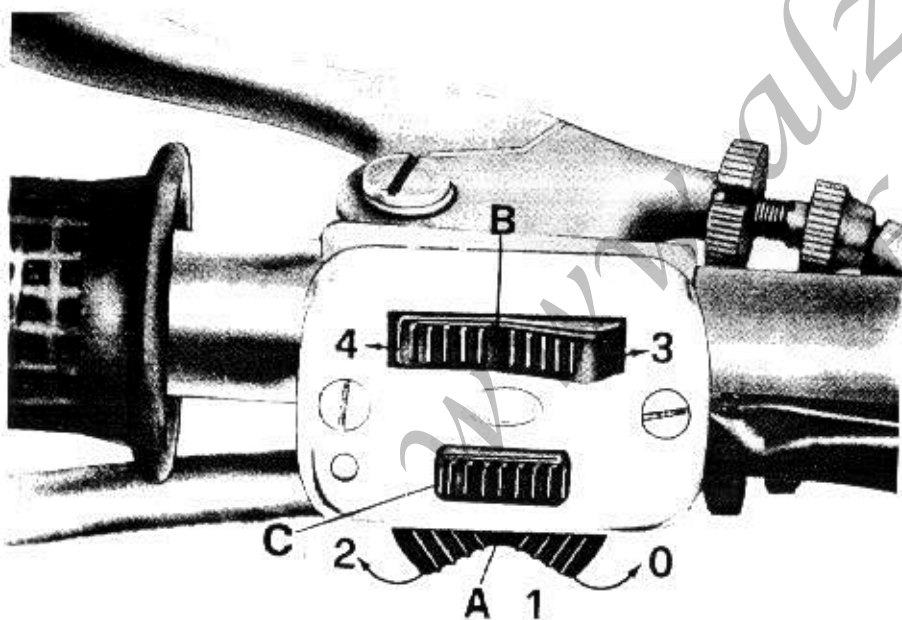

Fig. 9
Posizione « 2 »: macchina pronta per lo avviamento o macchina in marcia. Tutti i comandi sono inseriti. Per la marcia diurna non occorre nessuna altra manovra; per la marcia notturna è necessario azionare le leve (A e B) dell'interruttore - commutatore (vedere fig. 9).
- 11) **Interruttore per illuminazione e pulsante comando avvisatore acustico (vedere fig. 9):**